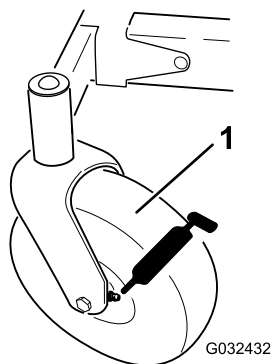
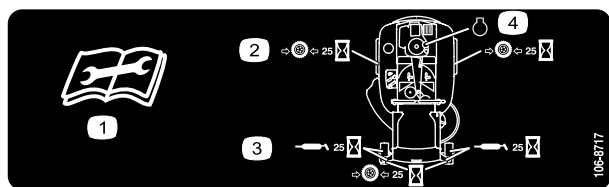

Figure 30
Figure 31
3. Nettoyez les graisseurs (Figure 30 et Figure 31) à l'aide d'un chiffon.
4. Raccordez une pompe à graisse à chaque graisseur (Figure 30 et Figure 31).